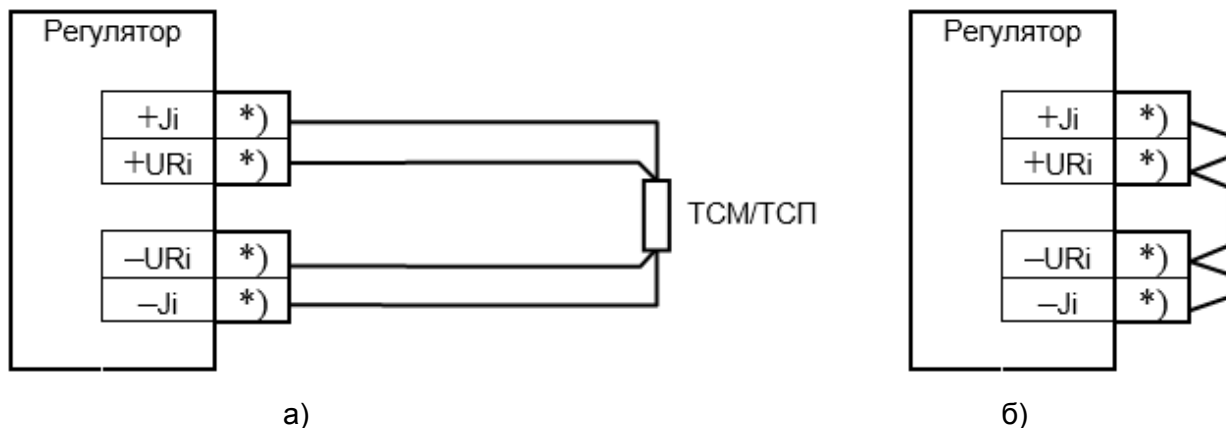

Рисунок. 3. Подключение термометров сопротивлений TCM и ТСП
3.1.2.3 Подключение TCM и ТСП к регулятору выполняют по четырехпроводной схеме рисунок 3а. На не используемых ИК сопротивления замкнуть цепи, как показано на рисунке 3б. Общее сопротивление всех подключаемых к одному прибору TCM и ТСП не должно превышать 4000 Ом во всем рабочем диапазоне измеряемых температур.